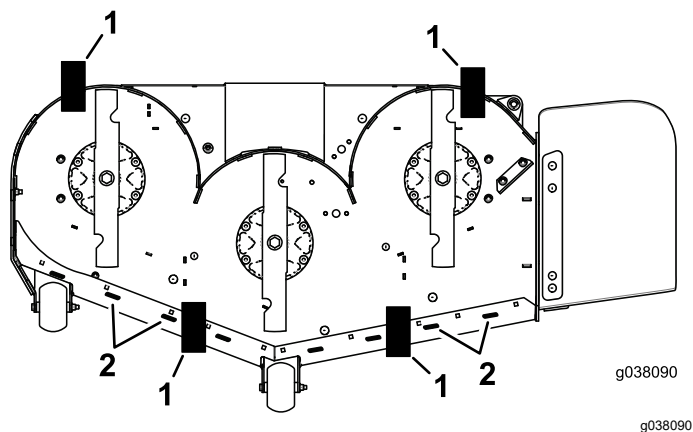

Figura 87
11. Coloque dos bloques (consulte la tabla *Altura de los bloques e inclinación*) debajo del borde trasero del faldón de la carcasa de corte, uno en cada lado de la carcasa de corte (Figura 87).